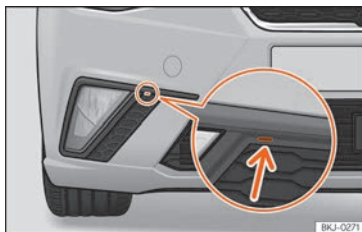

Fig. 58 Farol de nevoeiro: retirar a grelha
- Coloque uma chave de parafusos a fazer de alavanca no entalhe » **Fig. 58** (seta). Em seguida, retire os grampos situados no contorno da grelha, fazendo um pequeno movimento de alavanca.